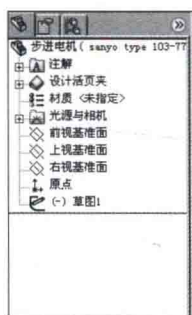

图 1-3 绘制草图
(1) 首先绘制草图, 如图 1-3 所示, 然后进行特征操作, 建立起如图 1-4 所示基础特征 (也就是零件模型的第一个特征)。